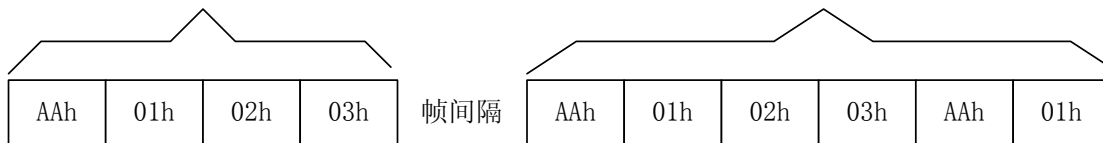

图 5.22 帧起始和结束字节均无效时的分包情况
1. “帧起始字节”或“帧结束字节”均无效时。按串口数据的帧间隔来分包，如图 5.22 所示分两个 TCP/IP 包（TCP Sever 或 TCP Client 工作模式下是 TCP 包；UDP 工作模式下是 UDP 包）。